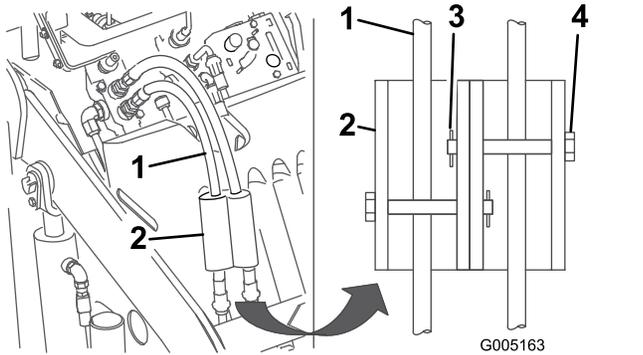

Figure 21
- Montez les dispositifs de blocage sur les flexibles hydrauliques, et fixez-les en position à l'aide des axes de chape et des goupilles fendues (Figure 21).